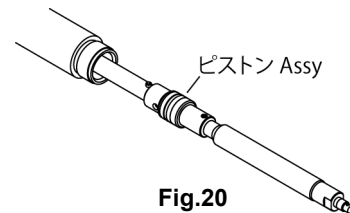

Fig.20
- 10) 次にサクションチューブよりプランジャーロッドを持って引出しますと、ピストン Assy 及びコネクティングスタッドの Assy が抜出せます。(Fig.20)